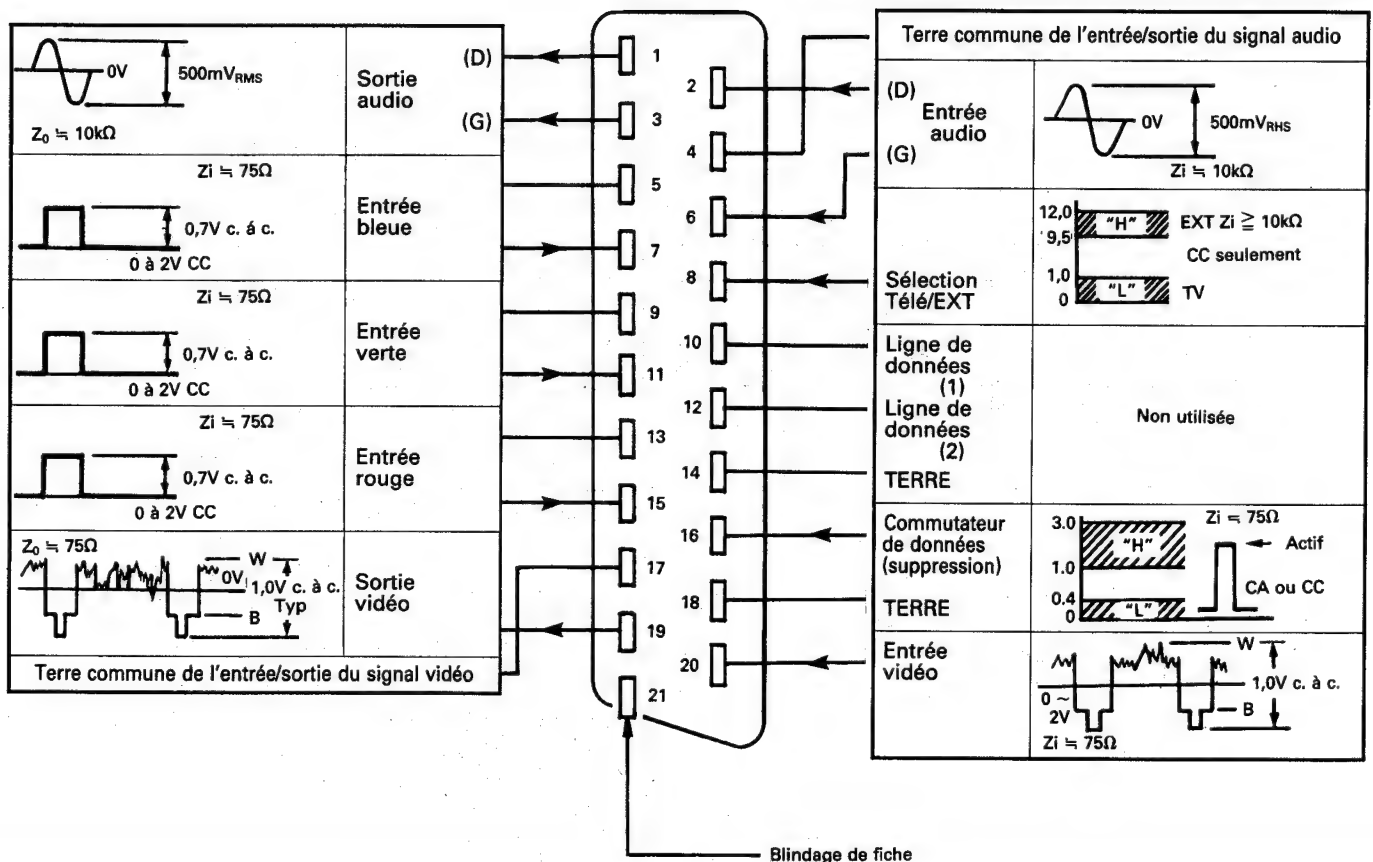

Figure 13-3. Signaux d'entrée/sortie au connecteur de péri-télévision
Si l'appareil externe ne présente pas une alimentation (9,5 à 12V) de sélection de synchronisation, placer le numéro de canal de l'appareil sur 16 et la synchronisation sera automatiquement portée dans le mode EXT dans l'appareil. Cette action peut également être effectuée par la synchronisation de l'appareil avec le signal de sortie vidéo de la broche ⑮ du connecteur de péri-télévision. Les signaux d'entrée et de sortie applicables au connecteur de péri-télévision sont présentés dans la liste de la Fig. 13-3.